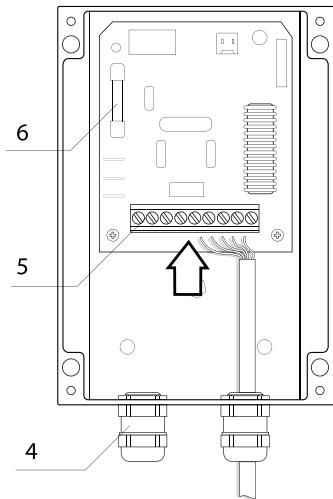
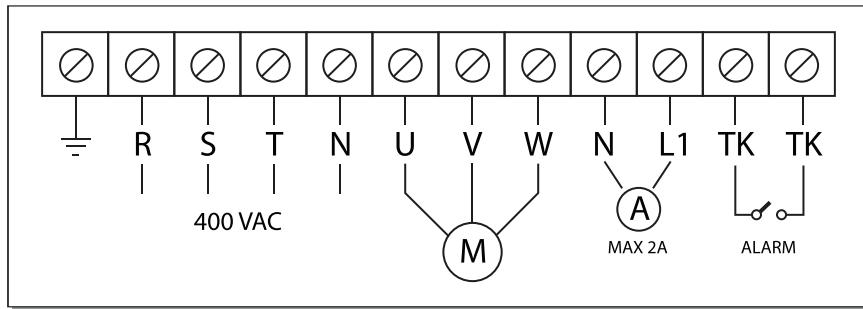

Рис. 3
Рис. 4. Схема электрических подключений
Регулятор имеет пять скоростей, выбор между которыми осуществляется выставлением поворотной ручки 1, в одно из пяти фиксированных положений, и положение «**0**» в котором прибор выключен. В регуляторе предусмотрены клеммы **ТК** (см. рис. 4) для подключения термального контакта, смонтированного в мотор вентилятора, при срабатывании термального контакта прекращается подача напряжения на двигатель вентилятора и загорается сигнальная лампа 3, показывающая аварийную работу регулятора. Регулятор также имеет клеммы **L1,N** (230Vac/**макс 2A**) для подключения внешнего оборудования (например приводов воздушных заслонок). В случае перевода ручки регулятора в положение «**0**», напряжение на клеммы и электродвигатель вентилятора не подается.
Прибор оборудован плавким предохранителем — **6** (см.рис.3), защищающим прибор и подключенный к нему вентилятор, от повышенного токопотребления.
- Произвести электрические подключения согласно схемы (**см. рис.4**). Подключение внешних электрических проводников к изделию осуществляется при помощи винтовых клемм — **5** (**см.рис.3**). Ввод проводников во внутрь прибора производится через гермовводы — **4** (**см. рис.3**). На внешнем вводе (400В/50Гц) должен быть установлен встроенный в стационарную сеть электроснабжения автоматический выключатель.